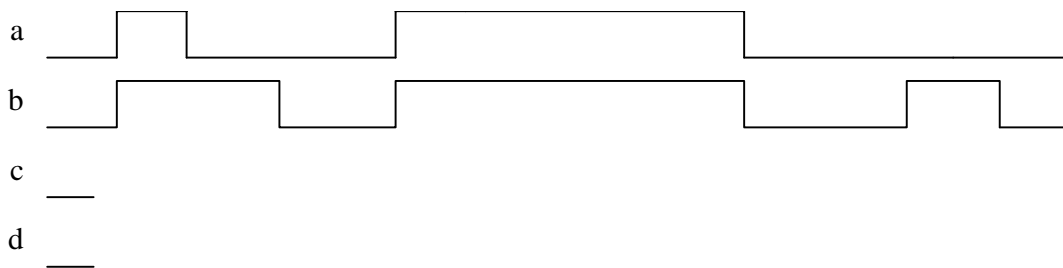

Abbildung 4.3: Timingdiagramm
- c) Vervollständigen Sie das Timingdiagramm aus Abbildung 4.3 entsprechend den vorgegebenen Eingangspegeln a und b!